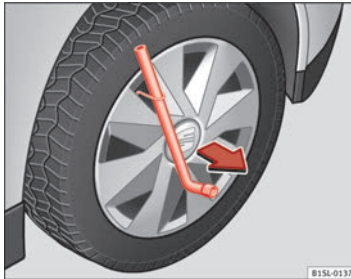

Abb. 139 Radvollblende abziehen.
- Radschlüssel durch den Drahtbügel schieben ⇒ Abb. 139 und die Radvollblende in Pfeilrichtung abziehen.